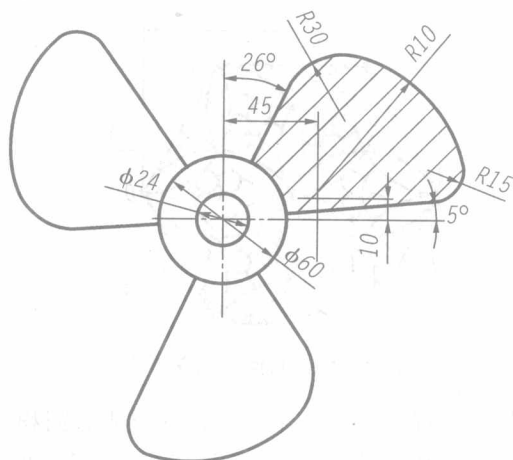

图 1-14 几何平面图形 7
19. 如图 1-14 所示, 根据图样要求绘制平面图形并求 A 弧长度和阴影面积。